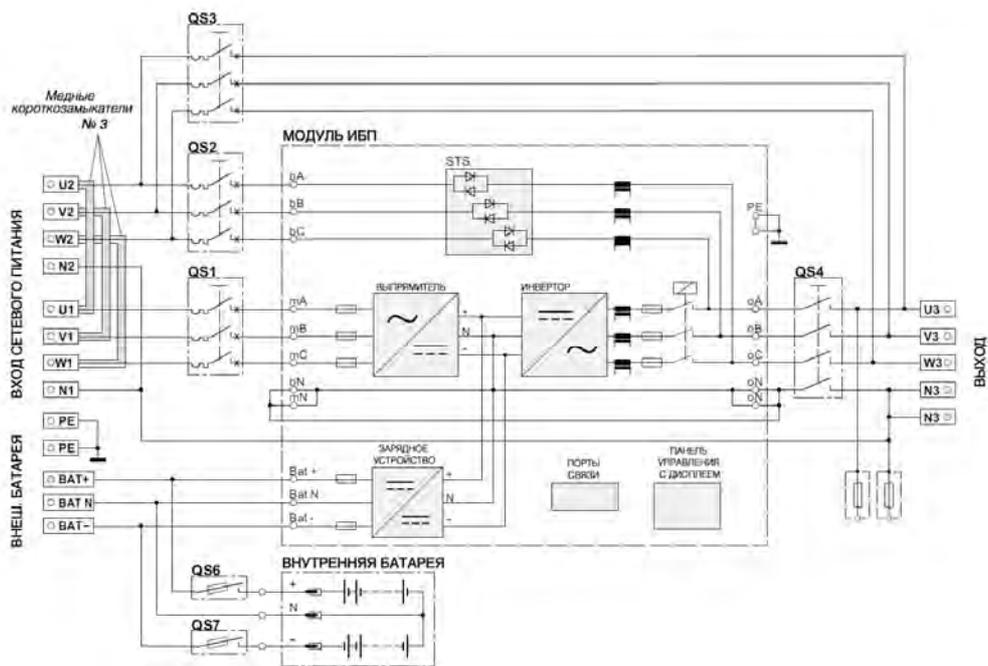

Рис. 3-4 3 входных/3 выходных фазы, подключение кабелей в конфигурации с общим источником
2. Подключите находящиеся под напряжением линии (выходные фазы L1, L2 и L3), линии N и PE к соответствующим зажимам на клеммном блоке ввода-вывода (U3, V3, W3, N3 и PE) ИБП, как показано на Рис. 3-4.
1. Снимите все медные короткозамыкатели 3 (см. Рис. 3-4) на системе с конфигурацией «3 входных/3 выходных фазы». Подключите только входные кабели сети. Ни в коем случае не подключайте на этом этапе входные и выходные кабели байпаса, а также кабели батареи (см. Рис. 3-10).